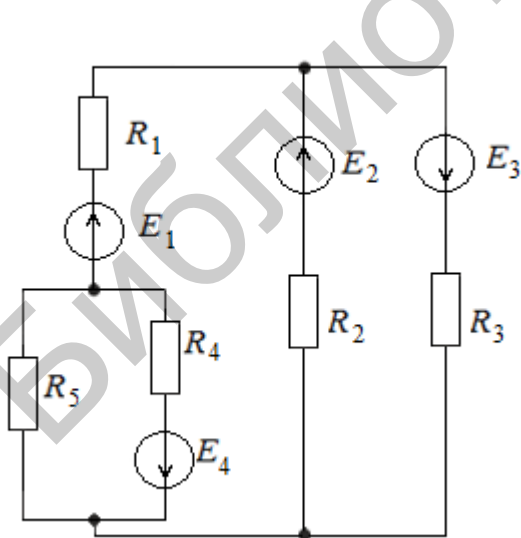

Рис. 97
30. В схеме (рис. 97) $E_1 = 70 \text{ В}$; $E_2 = 5 \text{ В}$; $E_3 = 15 \text{ В}$; $E_4 = 10 \text{ В}$; $R_1 = R_4 = 5 \text{ Ом}$; $R_2 = R_3 = 10 \text{ Ом}$; $R_5 = 3 \text{ Ом}$. Определить токи в ветвях методом контурных токов.